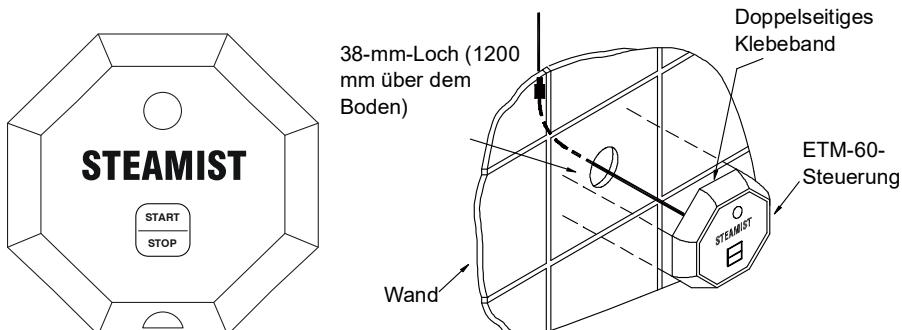

Abbildung 1: Bedienfeld
- Der Dampfgenerator sollte fest an der Wand oder am Boden befestigt und möglichst nahe der Badewanne oder dem Badezimmer aufgestellt werden. Montieren Sie das Gerät an einer senkrechten Wand, lösen Sie die beiden Schrauben der Abdeckung, schieben Sie die Abdeckung nach oben und befestigen Sie das Gerät an den Löchern oben rechts und links. Bringen Sie Schilder an gut sichtbaren Stellen an und stellen Sie den Generator an einem flexiblen Ort zur Wartung auf. Zur Befestigung siehe Abbildung 1.